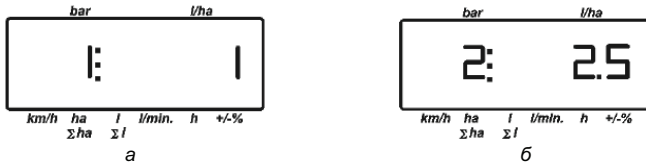

Рисунок 4.10 – Отображение на дисплее:
1. Нажать клавишу  (индикация : тип арматуры 0, 1 или 2 – рисунок 4.10 а).
4. Нажать клавишу  (индикация : константа регулирования давления – рисунок 4.10, б).